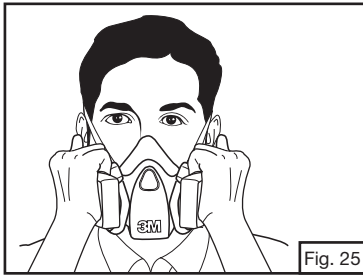

Fig. 25
1. Presione las cubiertas de filtro con ambas manos hacia la pieza facial e inhale con suavidad. Ha logrado un ajuste adecuado, si siente que la pieza facial se colapsa un poco y se pega a su cara sin ninguna fuga entre la cara y la pieza facial (Fig. 25).